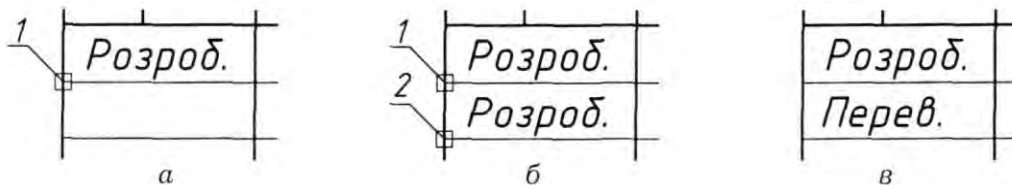

Рис. 7.5
- Для заповнення поіменованих зон основного напису використовуємо однорядковий текст (Рис. 7.5). Для створення однорядкового тексту призначена команда DTEXT.
Specify bottom-left point of text: _from Base point: т. 1 (див. Рис. 7.5, а)
Копіюємо напис (Рис. 7.5, б) у наступну комірку (базова точка копіювання – т. 1, точка переносу – т. 2).
Редагуємо текст «Розроб.» на «Перев.» (Рис. 7.5, в).